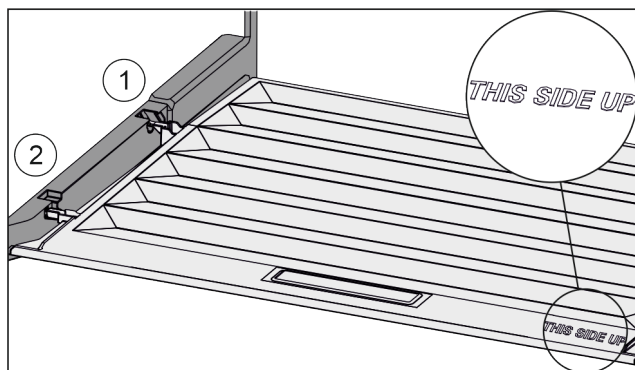

Fig. 49
- ▶ 从后部固定支架 Fig. 49 (1)开口导入桥形接片并卡入固定支架 Fig. 49 (2)的前端。